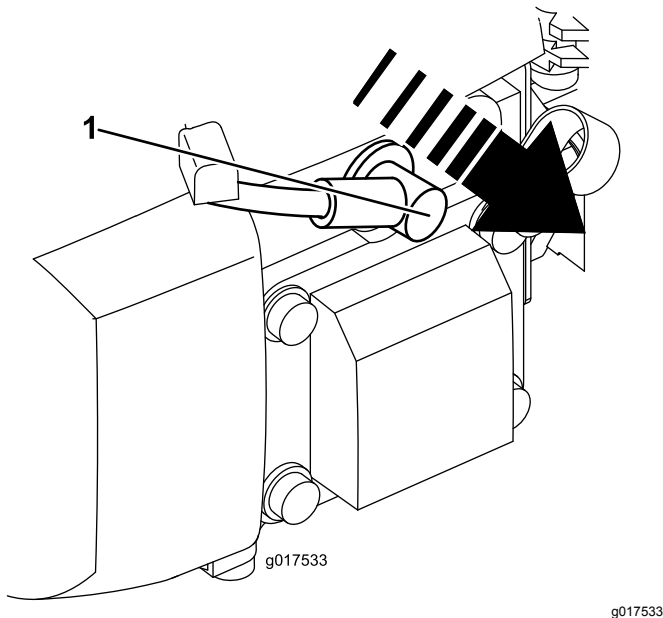

Bild 17
2. Ziehen Sie das Zündkabel von der Zündkerze (Bild 17) ab, bevor Sie Wartungsarbeiten ausführen.